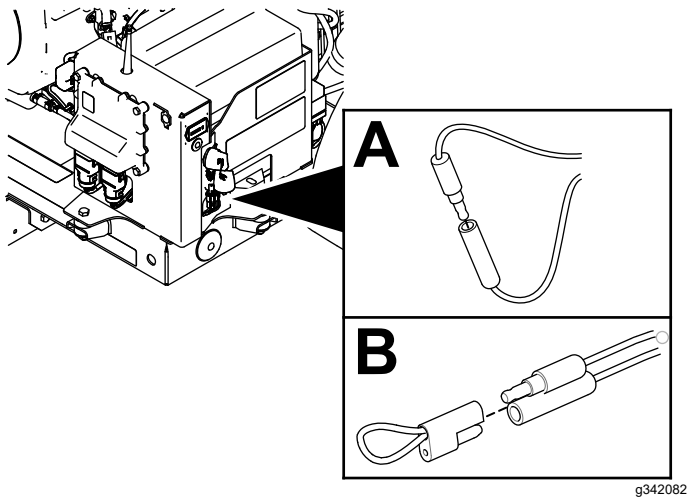

Figura 57
2. Retire el conector de un solo pin del conector hembra simple (Figura 57).
3. Enchufe el conector de un solo pin y el conector hembra simple en el tapón cautivo (Figura 57).